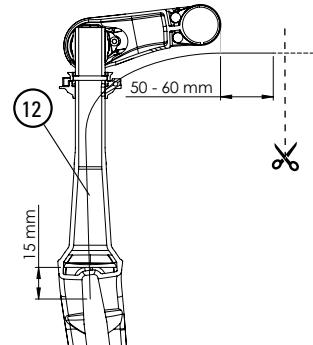

Fig. 17
2 / Pase la vaina ⑫ por el pivote de horquilla. Vuelva a sacar la vaina entre las patas de la horquilla unos 15 mm. Véase (Fig. 17). Corte la vaina entre 95 mm y 105 mm. Véase (Fig. 17).